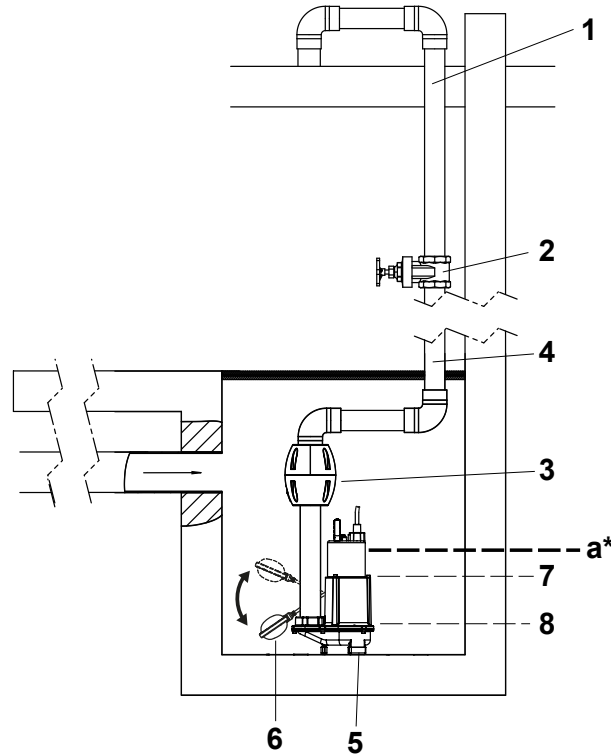

Figura 2 Exemplo de instalação, fossa de betão
- Acima de 60 °C até um máx. de 80 °C de temperatura média, o nível máximo da água (ver figura 2, marcada como "a" acima) não deve ser excedido.